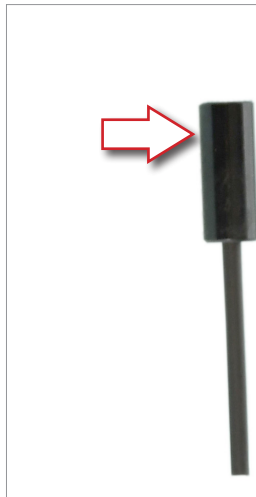

Fig.11
- Utilizzate solo cavi e guaine "The Maximum Smoothness" e capiguaina come quelli rappresentati in Fig.11.